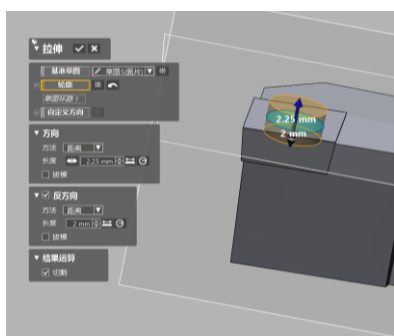
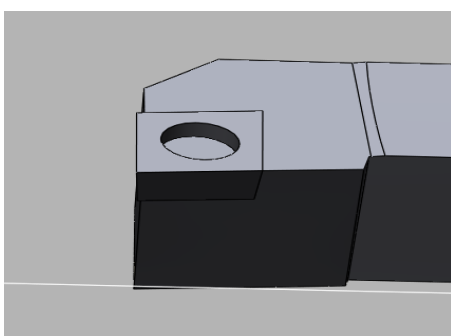

图 4.77 拉伸对话框
图 4.78 拉伸切割后
19) 点击菜单栏模型>(创建实体下)拉伸图标 ，弹出拉伸对话框，轮廓选择草图 4，方向长度 2.25mm，反方向 2mm，结果运算：切割，如图 4.77 所示，点击确定完成，效果如图 4.78 所示。